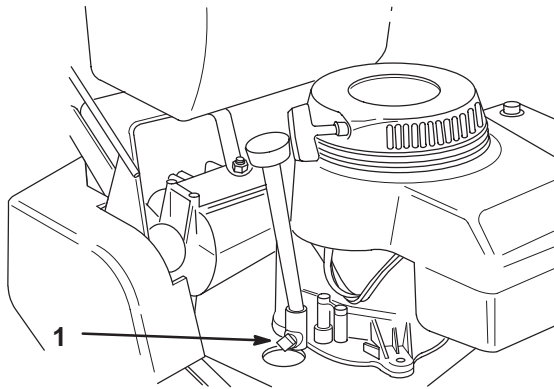

Bild 26
3. Stellen Sie ein Auffanggefäß unter die Verschluss-schraube. Entfernen Sie die Verschluss-schraube (Bild 26).